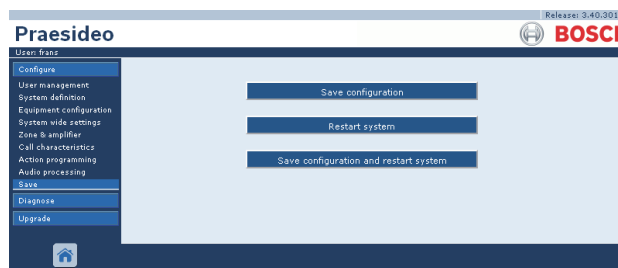

abbildung 41.5: Fenster Save (Speichern)
- Werden keine Beanstandungen gefunden und die Vertrauenswürdigkeitsprüfung wird online durchgeführt, erscheinen drei Schaltflächen, um dem Benutzer folgende Möglichkeiten zu geben: *Save the configuration* (Konfiguration speichern), *Restart the system* (System neu starten) oder *Save the configuration and restart the system* (Konfiguration speichern und System neu starten). Siehe abbildung 41.5. Konfigurationsdateien, die im Netzwerkcontroller gespeichert sind, werden erst aktiv, nachdem der Netzwerkcontroller neu gestartet wurde. Muss die neue Konfiguration gespeichert und aktiviert werden, klicken Sie auf die Schaltfläche *Save the configuration and restart the system*.